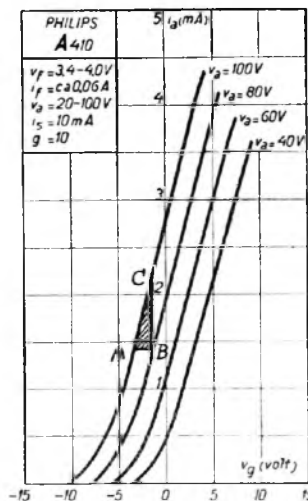

Fig. 1.
maar dat stuit voor algemeen gebruik op onoverkomelijke bezwaren, zooals hierna zal blijken. Hoe men den versterkingsfactor uit de lampkarakteristieken kan bepalen, leert fig. 1. De karakteristieken geven, zooals bekend mag worden verondersteld, het verband aan, dat er bestaat tusschen roosterspanningen en anodestroommen bij verschillende anodespanningen.
Wanneer men nu in fig. 1 den horizontalen afstand meet tusschen twee opeenvolgende karakteristieken, d. i. de lijn AB, dan vindt men daarvoor een zeker aantal volts roosterspanning, in dit geval 2 volt. Het punt A ligt op de karakteristiek voor 100 volt, het punt B op die voor 80 volt anodespanning. Het verschil in anodespanning is 20 volt. Deze waarde, gedeeld door het aantal volts roosterspanning voorgesteld door de lijn AB, geeft den
Onder de steilheid wordt verstaan de verhouding $\frac{BC}{AB}$ in fig. 1. BC stelt een zeker aantal milli-ampères voor, AB een aantal volts roosterspanning; de steilheid wordt dus voorgesteld in mA/V. Zoo komt bij de A 410 met 2 volt verandering van roosterspanning (AB) 0.8 mA. anodestroomverandering overeen (BC), zoodat de steilheid van deze lamp $\frac{0.8}{2} = 0.4$ mA/V. bedraagt.